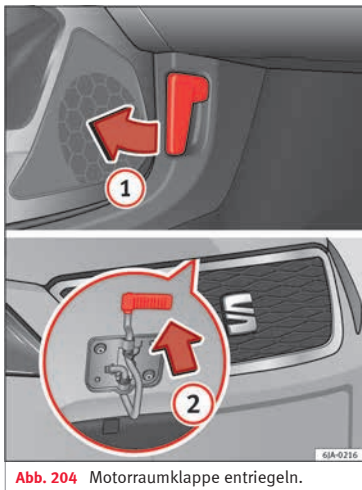

Abb. 204 Motorraumklappe entriegeln.
- Ziehen Sie den Hebel **1** » Abb. 204 unter der Instrumententafel in Pfeilrichtung.
- Ziehen Sie den Sicherungshebel in Pfeilrichtung **2** » Abb. 204. Die Motorraumklappe wird entriegelt.